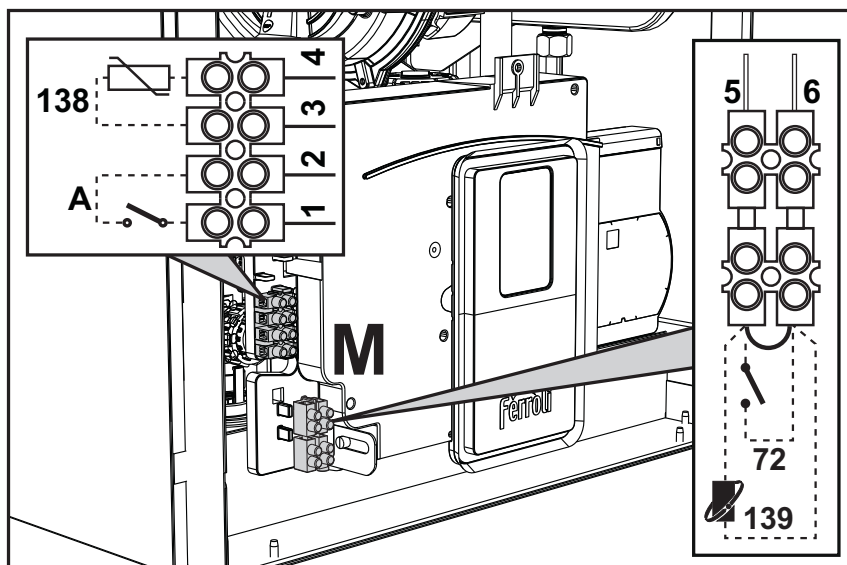

fig. 29
Dopo aver tolto il pannello frontale ("Apertura del pannello frontale" a pag. 41) è possibile accedere alle morsettiera (M) e al fusibile (F) seguendo le indicazioni descritte di seguito. **I morsetti indicati nella fig. 29 devono essere a contatti puliti (non 230V).** La disposizione dei morsetti per i diversi allacciamenti è riportata anche nello schema elettrico alla fig. 67.
Configurazione Interruttore ON/OFF (A fig. 29)